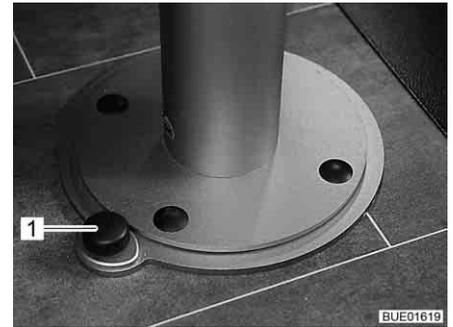

Fig. 118 Desbloqueo de la pata de mesa
- Accionar el botón de desbloqueo (Fig. 118,1) con el pie.